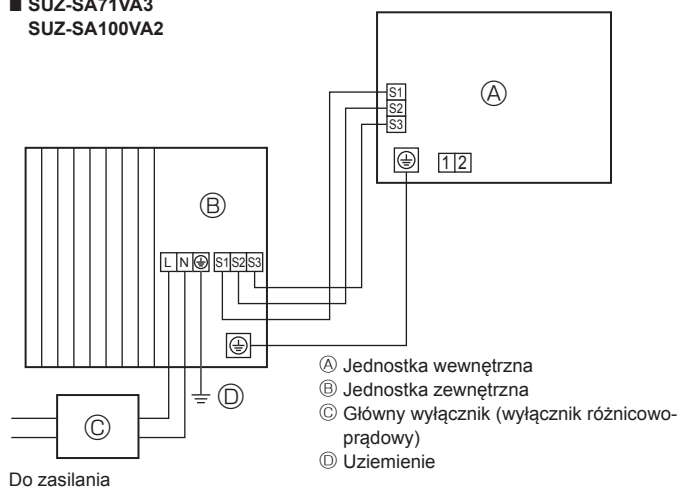
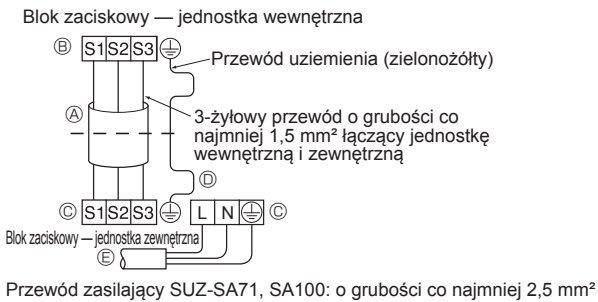
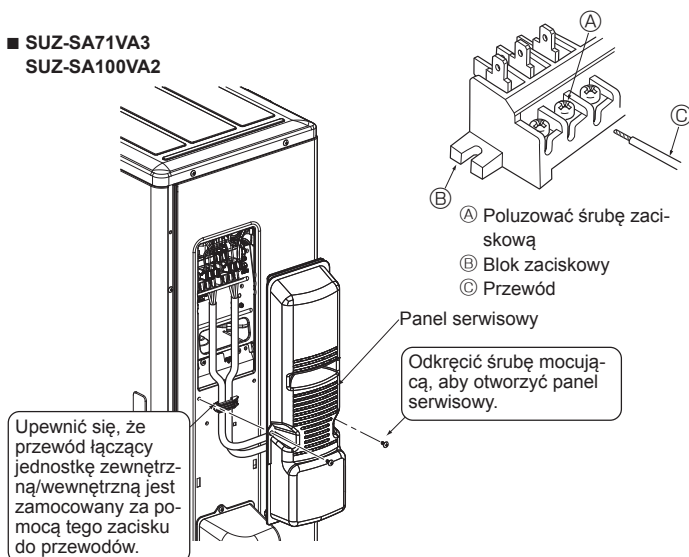

Fig. 5-1
Fig. 5-2
Fig. 5-3
### 5.1. Jednostka zewnętrzna (Fig. 5-1, Fig. 5-2, Fig. 5-3, Fig. 5-4)
- Podłączyć przewody według schematów na Fig. 5-1, Fig. 5-2, Fig. 5-3 i Fig. 5-4.
- Okablowanie wykonać w sposób przedstawiony na rysunku w lewym dolnym rogu. (Przewód nabyć u lokalnych sprzedawców) (Fig. 5-2)
- Zachować ostrożność, aby nie popełnić błędów w trakcie podłączania. (Fig. 5-3)